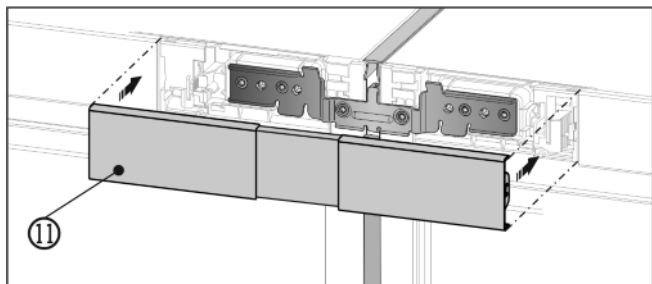

Fig. 15
- ▶ Horný kryt Fig. 15 (11) priklopnite na ešte otvorený medzipriestor oboch záslepiek ovládacej časti. Dbajte pri tom na to, aby vonkajšie strany krytu lícovali so záslepkami ovládacej časti.